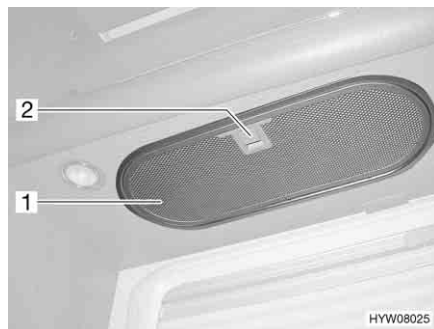

Fig. 226 Cappa di aspirazione
- Tirare la maniglia (Fig. 226,2) verso il basso. Il filtro è sbloccato.
- Estrarre il filtro (Fig. 226,1) verso il basso.